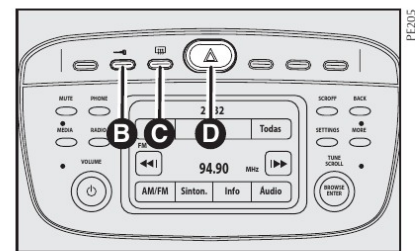

fig. 75
**C - Desembaçador do vidro traseiro** **fig. 75** - Botão com indicação de função ativada para ligar/desligar o desembaçador do vidro traseiro.
**D - Luzes de emergência** - Botão com indicação de função para ligar e desligar as luzes de emergência. Acendem-se apertando levemente o botão **D-fig. 75**, independente da posição da chave de ignição. Com o dispositivo ligado, o símbolo sobre o interruptor **D** e o indicador  $\leftrightarrow$ , no quadro de instrumentos iluminam-se de modo intermitente.